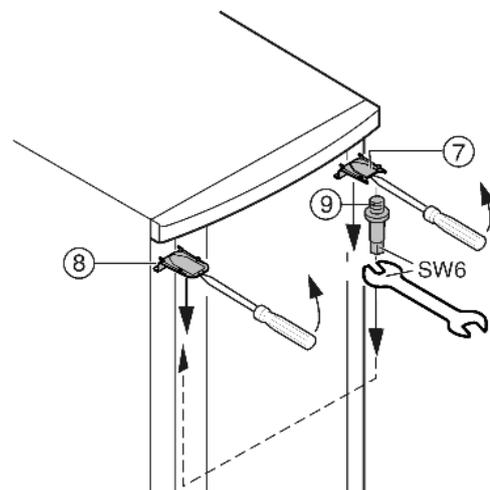

Fig. 6
- ▶ Liberare la copertura Fig. 6 (7) in alto e la copertura con un cacciavite anteriormente e rimuovere inclinando verso il basso.
- ▶ Svitare il perno di supporto Fig. 6 (9) e avvitare fermamente sul lato opposto a 4 Nm.
- ▶ Montare di nuovo la copertura Fig. 6 (7) sul lato del perno di supporto: inserire dietro, inserire a scatto sul lato anteriore.
- ▶ Montare la copertura Fig. 6 (8) sul lato opposto: inserire dietro, inserire a scatto sul lato anteriore.
- ▶ Agganciare la porta in alto nei perni di supporto Fig. 6 (9).